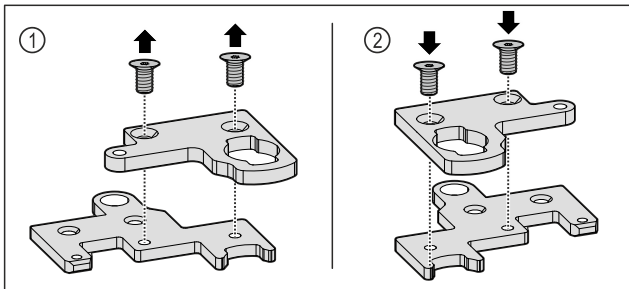

Fig. 35
- Désassembler l'angle de la charnière en deux parties. Fig. 35 (1)
- Remonter l'angle de la charnière en deux parties en le faisant pivoter de 180°. Fig. 35 (2)